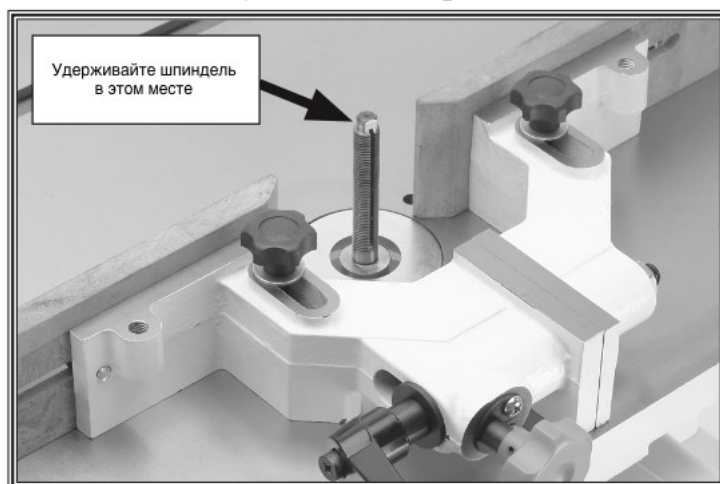

Рис. 8 Расположение ключа на шпинделе
13. Установите ключ на 8 мм в верхней части шпинделя (см. Рис. 8).